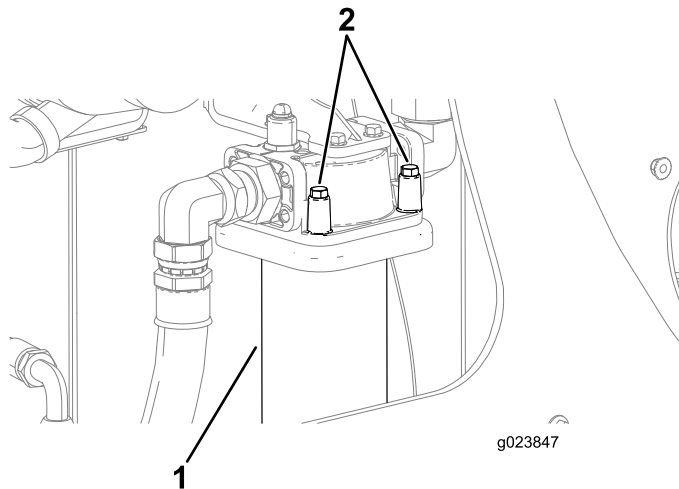

Figura 153
3. Coloque un recipiente de drenaje o varios trapos debajo del filtro de carga (Figura 153).
4. Con una mano debajo del filtro de retorno hidráulico, retire los 4 pernos según se muestra en Figura 153.
7. Alinee el filtro de retorno hidráulico nuevo con su asiento, y apriete los 4 pernos (Figura 153).